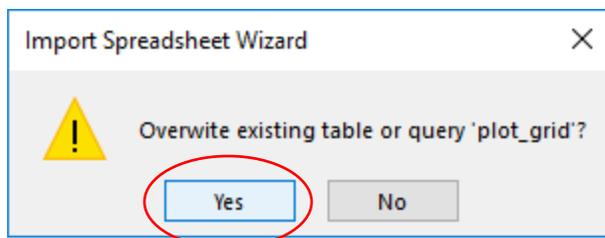

Figura 24. Importar Hoja de Excel (5)
- 3.9 Si aparece una pantalla que dice "Overwrite existing table or query 'plot_grid'?" (Figura 24) dar clic en [Yes].